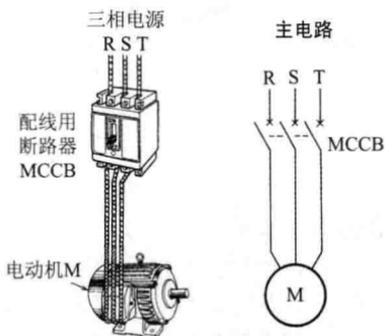

图 1.2 电动机控制的主电路
- ① 每当熔丝断开时,必须更换。
- ② 熔丝只要有一相断开,就变成了单相运转,有时会烧坏电动机。
③ 如果只采用熔丝,很难耐得住电动机启动时的大电流(启动时的电流一般是标牌上标记电流的 6~7 倍),而且很难具有运转中超负荷电流时必须熔断的保护特性。所以,取代闸刀开关和熔丝的组合,如图 1.2 所示,采用热动式或者电磁式的配线用断路器,过流工作后,只要再次通